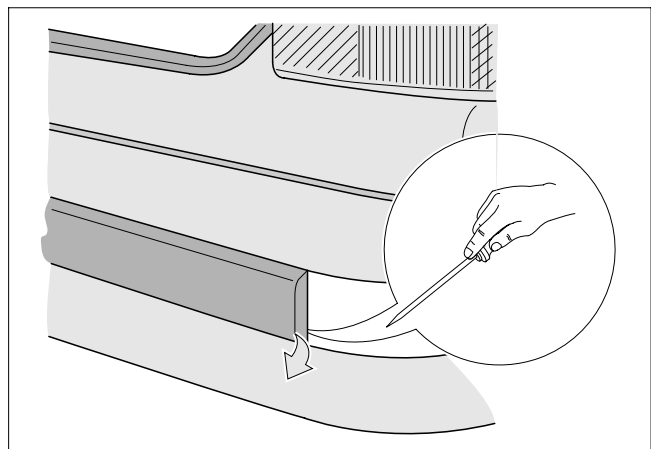

Bild 2 Abziehen " Stoßfängerleiste "
2. Hinteren Stoßfänger abschrauben. Dazu Stoßleiste (mit Schraubendreher) abziehen (Bild 2). 4 Stück Sechskantmuttern lösen und Stoßfänger nach hinten abziehen. Radauskleidungen vorher etwas lösen. Lackbeschädigungen an Karosserie vermeiden.